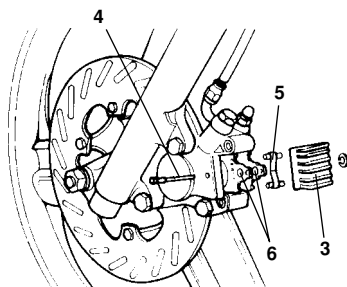

Fig. 31
- Rimuovere il coperchietto (3 - Fig. 31).
- Rimuovere l'anello di fermo dal perno (4).
- Sfilare il perno (4).
- Estrarre la molla (5).
- Estrarre le pastiglie (6).
- Remove the cover (3 - Fig. 31).
- Remove the pin stop (4).
- Remove the pin (4).
- Remove the spring (5).
- Remove the pads (6).